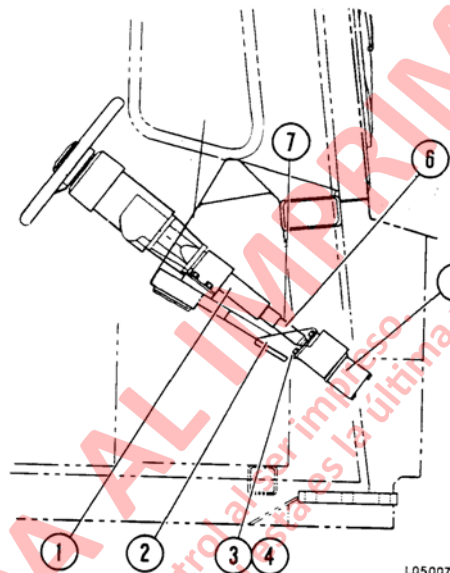
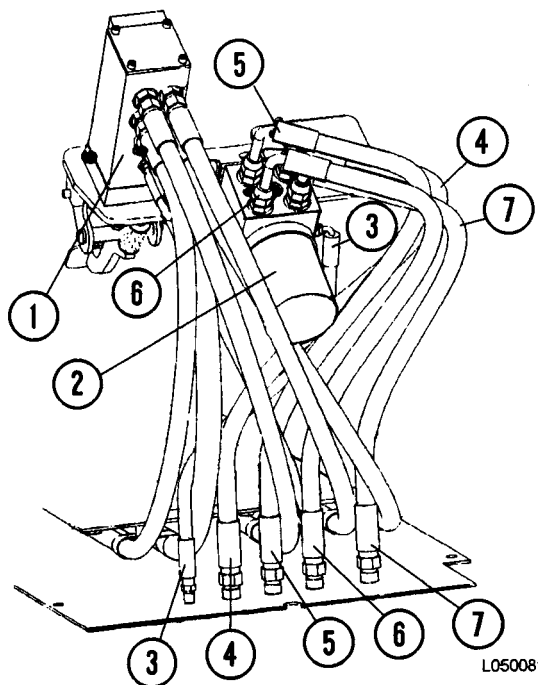

FIGURA 5-1. MONTAJE DE LA UNIDAD DE CONTROL DE LA DIRECCION
FIGURA 5-2. UNIDAD DE CONTROL DE LA DIRECCIÓN
3. Retire los pernos (3, Figura 5-1) del soporte de montaje de la unidad de dirección y saque el conjunto de la válvula.
1. Alinee el conjunto de la unidad de control de la dirección con el acoplamiento de mando (6, Figura 5-1) y los orificios con los soportes de montaje (2).
2. Instale los pernos (3) y golillas de seguridad (4). Apriete los pernos con torque estándar.
4. Engrase los acoplamientos de mando a través de las graseras (7) con grasa NLGI multiuso o bisulfuro de molibdeno.
5. Retire los tapones de las cuatro líneas hidráulicas. Asegúrese que las líneas hidráulicas rotuladas previamente estén conectadas a sus respectivas lumbreras de acuerdo a las marcas del conjunto de la válvula de control de la dirección. (Vea Figura 5-2 y 5-3)